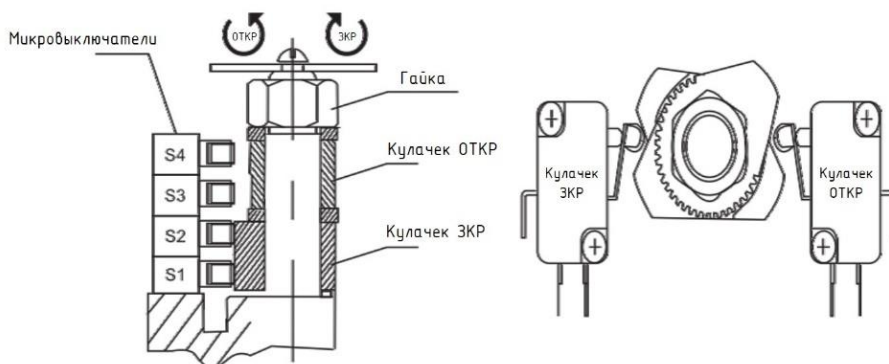

Рис.4
7.1. Настройка концевых выключателей (рис. 4)